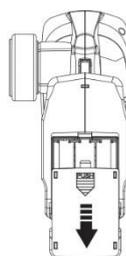

Abb. 1
1. Entfernen Sie die Schrauben des Batteriefachs auf der Rückseite der Fernbedienung mit dem mitgelieferten Schraubenzieher. (Abb. 1)
- Starten Sie immer mit dem niedrigen Tempo, oder das Fahrzeug kann ins rutschen kommen und aus der Kurve fahren. (siehe Abb. 1). Starten Sie ihr Fahrzeug niemals mit hohem Tempo. Wenn Sie das Auto in höchstem Tempo fahren, können Sie sich selbst verletzen und das Fahrzeug beschädigen.